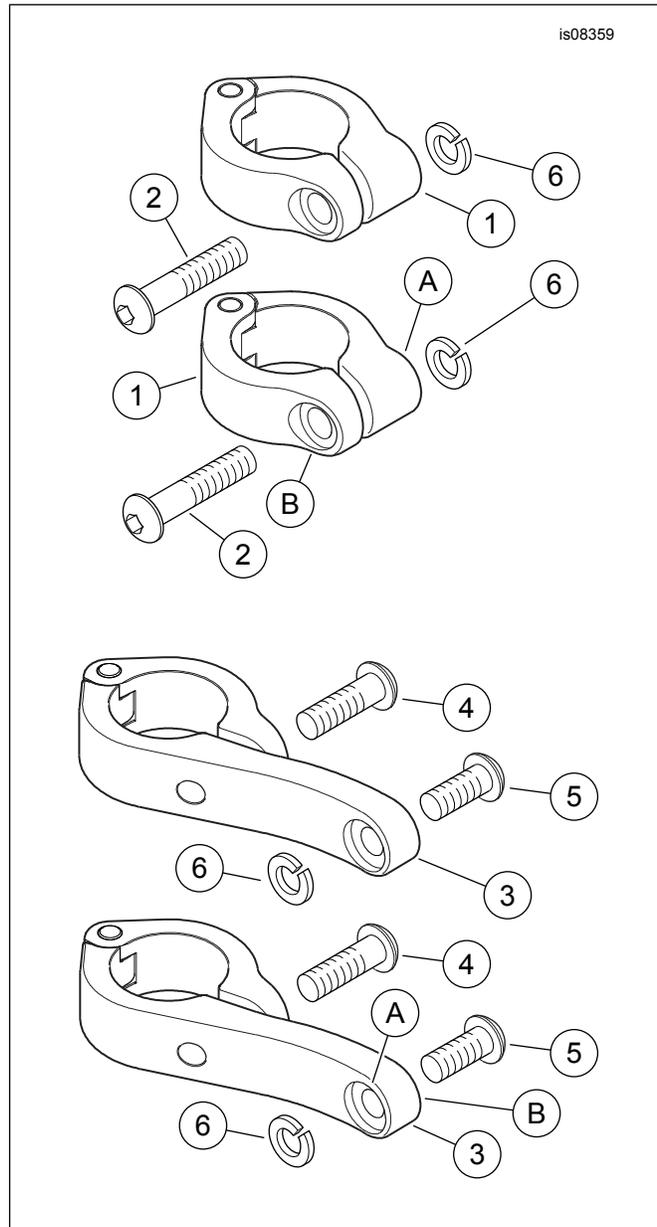

Abbildung 1. Ersatzteile, Montagesätze für zigarrenförmige LED-Nebelscheinwerfer
Siehe Abbildung 1 und Tabelle 1.
1. Siehe Abbildung 1. Eine für Motorschutzbügelschelle (1), Schraube (2) und Sicherungsscheibe (6) von **diesem** Satz zur Hand nehmen.
2. Die Schelle öffnen. Die Schelle um den senkrechten Abschnitt des Motorschutzbügels anordnen, so dass das Scharnier nach hinten und die tiefe Ansenkung (A) nach innen gerichtet ist.
3. Die Schraube von der Seite der flachen Ansenkung aus (B) durch die Schelle einsetzen. Die Sicherungsscheibe auf das Schraubengewinde in die tiefe Ansenkung hinein aufschieben.
- Siehe Abbildung 1. Eine Motorschutzbügelschelle (3) und eine lange Schraube (4) aus **diesem** Satz zur Hand nehmen.
- Die Schelle öffnen. Die Schelle um den senkrechten Abschnitt des Motorschutzbügels anordnen, so dass das Scharnier nach hinten und die tiefe Ansenkung (A) nach innen gerichtet ist.